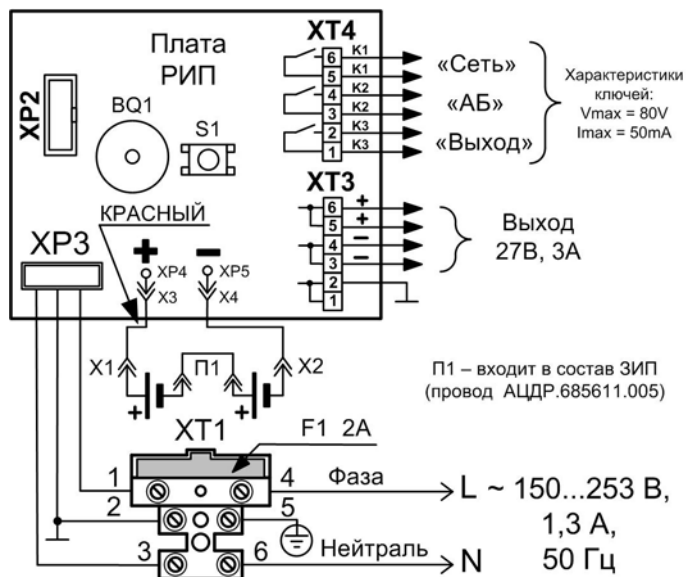

Рис. 2
ВНИМАНИЕ! При подключении внешнего питающего напряжения 220 В к сетевой колодке ХТ1 необходимо соблюдать правильность подключения проводов «фаза» и «нейтраль». Подключение производить в соответствии с Рис. 2. Схема подключения также расположена на внутренней стороне корпуса РИП.
3.2.4 Согласно схеме соединений (рис. 2):
б) изъять из колодки вставку F1 (2 А), подключить сетевые провода к входной колодке (фаза (L) должна быть подключена к ХТ1:4, см. рис. 2);